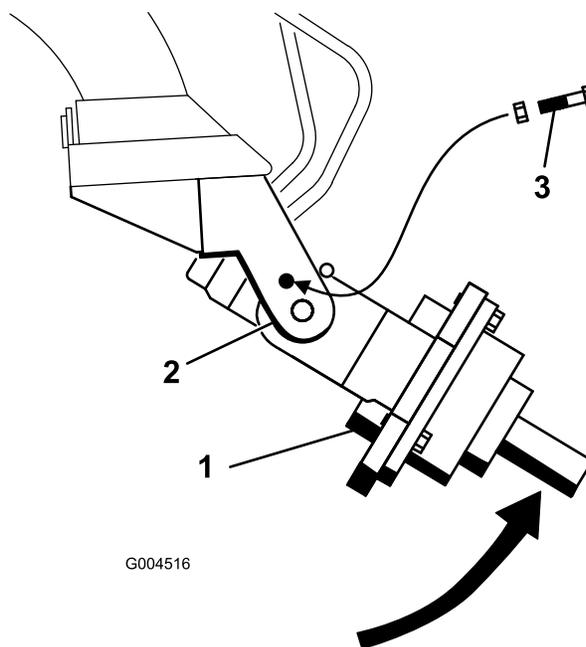

Figura 5
5. Rotiți manual capul de antrenare al melcului în sus, până când puteți glisa un urub ($\frac{1}{2} \times 2 \frac{1}{2}$ ") în orificiul din braul suportului, fixând capul de antrenare. Fixați uor urubul cu o piuliă ($\frac{1}{2}$ ") aa cum se arată în Figura 5.
3. Rotii manual capul de antrenare al melcului în sus, până când puteți glisa un urub ($\frac{1}{2} \times 2 \frac{1}{2}$ ") în orificiul din braul suportului, fixând capul de antrenare. Fixați uor urubul cu o piuliță ($\frac{1}{2}$ ") așa cum se arată în Figura 5.